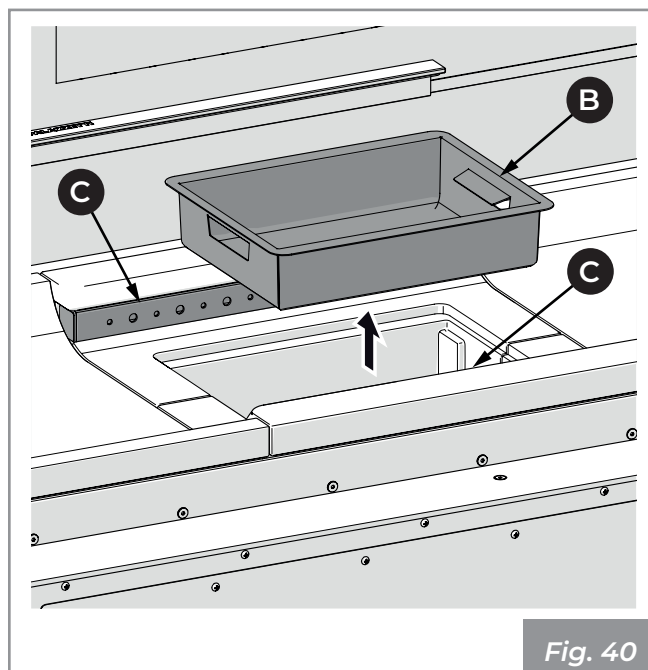

Fig. 40
- 2) Estrarre il cassetto cenere (B) dal basamento ed aspirare l'eventuale cenere depositata nei vani sottostanti (Fig. 40).
- 3) Aspirare i fori anteriori e posteriori (C) del distributore aria comburente al fine di evitare eventuali accumuli di cenere (Fig. 40).